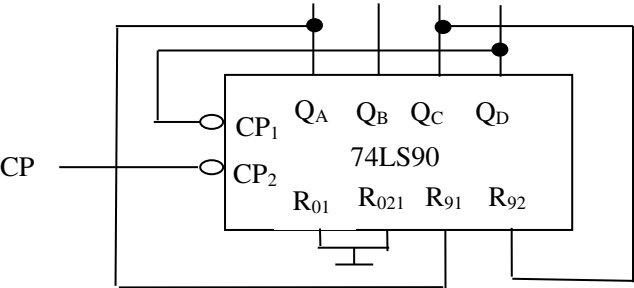

图 4
2、分析由 74LS90 异步计数器构成的电路图 4，写出电路采用什么编码？为模几计数器？